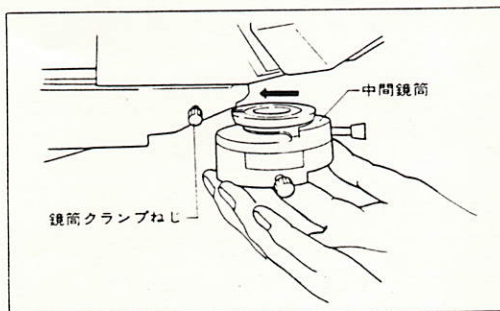

図3
- 3) 中間鏡筒を図3のように、鏡基レボ受けに水平に押し込み、クランプねじで固定します。